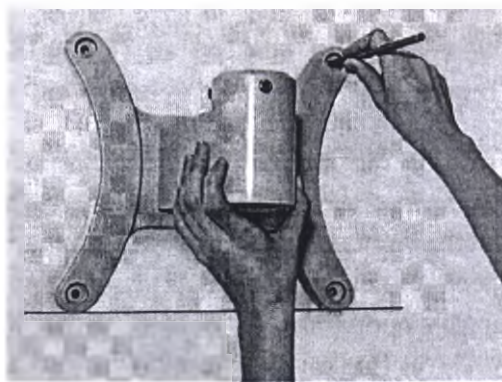

Рисунок 30
- Поместить основание штатива настенного на стену так, чтобы линия на ней хорошо соответствовала нижней части элемента, при необходимости проверьте уровень (Рисунок 30).
- Отметить карандашом верхнее левое отверстие на стене, чтобы использовать его в качестве эталона. Снимите основание штатива настенного (Рисунок 30).